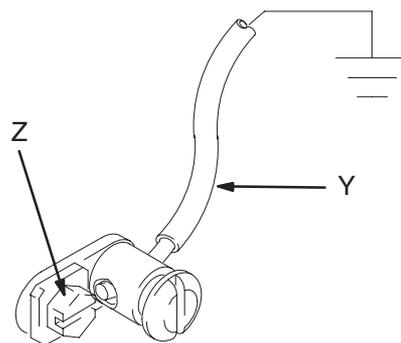

Fig. 1
- *Pompe*: utiliser un câble de mise à la terre et le raccorder comme indiqué en Fig. 1.
Utiliser un fil avec pince de terre. Voir la Fig. 1. Enlever la vis de terre (Z) et l'introduire dans l'œil de la cosse située à l'extrémité du fil de terre (Y). Refixer la vis de terre sur la pompe et bien serrer. Brancher l'autre extrémité du fil sur une véritable terre. Pour commander le fil avec pince de terre, indiquer la réf. no. 222011.